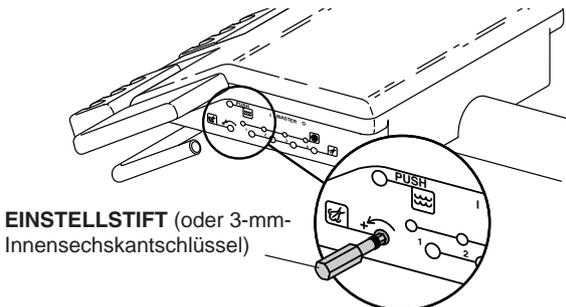

Bild 6. Sprayluft-Regelventil
Das Sprayluft-Regelventil regelt die Sprayluft für **alle** Handstücke (siehe Bild 6).
Sie benötigen für die Einstellung einen Einstellstift (siehe Bild 6) oder einen 3-mm-Innensechskantschlüssel.
2. Sehen Sie sich an, wo sich das Sprayluft-Regelventil befindet (siehe Bild 6).